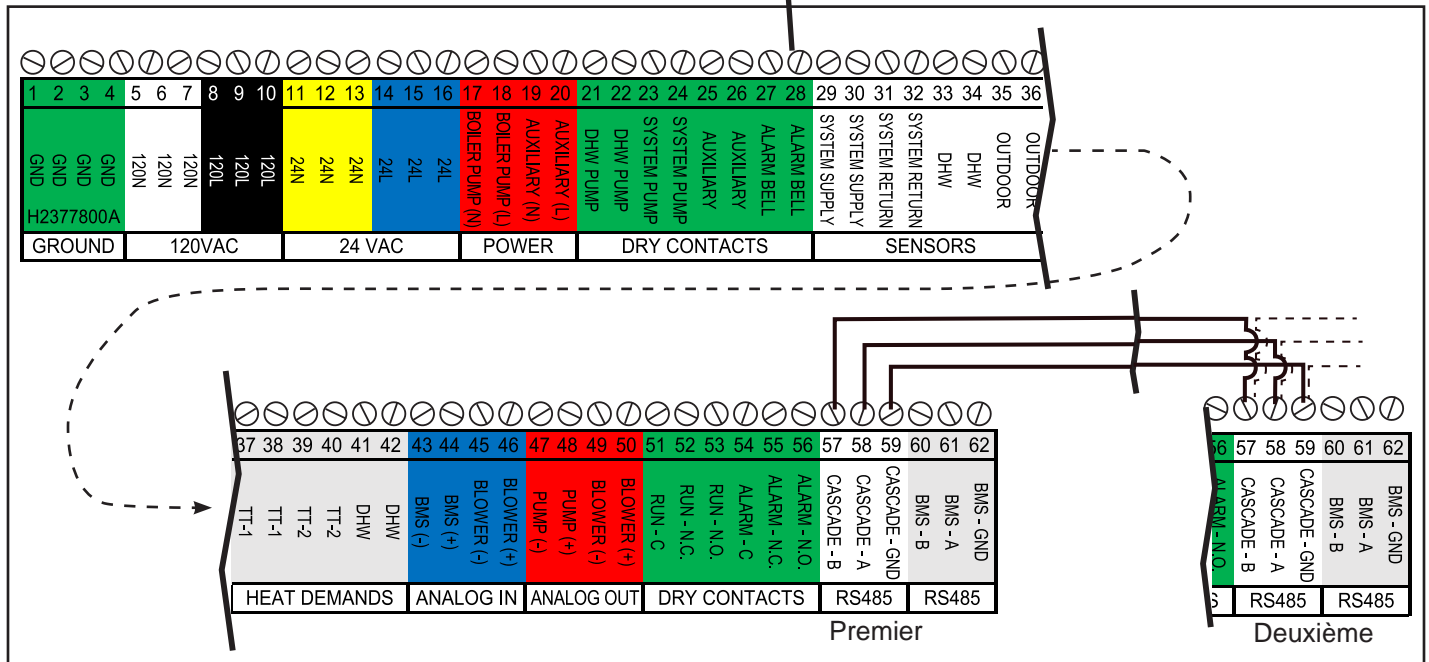

Figure 19. Bornier de connexions sur site
**Pompe ECS** – pour le branchement d'une pompe d'eau chaude sanitaire (ECS), utiliser les bornes 21 et 22 (voir Figure 19). S'agissant d'un contact sec, la tension d'alimentation de la pompe ECS ou la tension de bobine du relais de pompe ECS est
**Alimentation système** – connexion aux bornes 29 et 30 (voir Figure 19 en page 37), le cas échéant. Une fois la sonde connectée, le contrôleur détecte automatiquement la présence de cette sonde et la température est affichée sur l'écran d'accueil au-dessus de la flèche rouge d'alimentation du système. Lorsqu'il est installé, l'appareil contrôle l'allure de chauffe de manière à maintenir la température en alimentation du système au point de consigne défini.
**TT1** – si un thermostat /aquastat ou un interrupteur de fin de course (contact isolé uniquement) est utilisé pour la demande de chauffe, le brancher aux bornes 37 et 38 (voir Figure 19 en page 37). Le fonctionnement de TT1 est configuré depuis l'écran tactile, sur les écrans CH1/DHW1.
**BMS** – si l'entrée analogique (0-10 VCC ou 4-20 mA) d'un système de gestion technique de bâtiment (BMS) est utilisée comme consigne distante ou régulation à distance de l'allure de chauffe, la brancher aux bornes 43 et 44 (voir Figure 19 en page 37). La polarité est indiquée sur l'étiquette de la borne. La sélection de la tension ou du courant d'entrée s'effectue par l'intermédiaire d'un cavalier placé sur la carte de contrôle. La fonctionnalité analogique du système BMS est configurée à l'aide de l'écran tactile.
**Marche** – est connecté aux bornes 51 (commune), 52 (normalement fermé) et 53 (normalement ouvert) (voir Figure 19 en page 37), le cas échéant. Le contrôleur ferme l'ensemble des contacts normalement ouverts lorsque l'appareil est en marche. La tension nominale des contacts est de 250 VCA, 0,6 A maximum.
**Cascade** – avant le câblage des appareils pour leur fonctionnement en cascade, choisir une chaudière, ou un chauffe-eau, comme étant le « maître » (Premier). Les autres appareils raccordés à cet appareil « maître » sont désignés comme « esclaves » (Deuxième). La communication entre les appareils est assurée par une liaison RS485. Lors du câblage de ces appareils pour leur fonctionnement en cascade, utiliser les bornes 57, 58 et 59 (voir Figure 19 en page 37). Utiliser une paire torsadée à 2 fils, blindée avec drain (câble de communication) entre les appareils. Connectez un fil du câble de communication à A (-), borne 58, et l'autre fil à la borne B (+), borne 57, et le fil de drain à la TERRE, borne 59. Connecter l'autre extrémité du câble à l'appareil suivant, en faisant correspondre les fils de l'appareil précédent, à l'exception de la TERRE. Raccorder le fil d'écoulement à la masse à la terre à l'une seule extrémité du câble pour éviter les boucles de terre. Si plus de deux appareils sont installés en cascade, chaîner en série le câblage d'un appareil à l'autre, en veillant à ce que les câbles soient aussi courts que possible. Une sonde d'alimentation du système doit être installée et connectée à la première chaudière (Premier). La première chaudière utilisera cette sonde d'alimentation du système comme sonde de régulation de température pour les installations en cascade. Les bornes TT1 servent à déclencher une demande de chauffe au niveau de la première chaudière (Premier).
**BMS** – si les appareils communiquent par liaison série RS485, Modbus ou BACnet MSTP, brancher les fils aux bornes 60, 61, et 62 (voir Figure 19 en page 37). Utiliser une paire torsadée à 2 fils, blindée avec drain (câble de communication) entre les appareils. Connectez un fil du câble de communication à A (-), borne 61, et l'autre fil à la borne B (+), borne 60, et le fil de drain à la TERRE, borne 62.